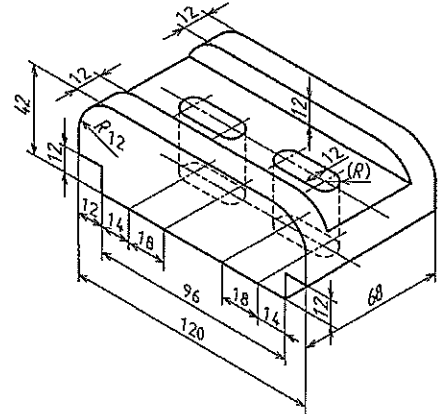

図 3 部品立体図
9. 図 3 の立体図の部品の体積と質量を計算せよ。ただし、図中の単位は [mm]、材料は密度 $7.2 \times 10^{-6} \text{ kg/mm}^3$ の鋳鉄とし、体積と質量の単位は $[\text{mm}^3]$ と $[\text{g}]$ とすること。